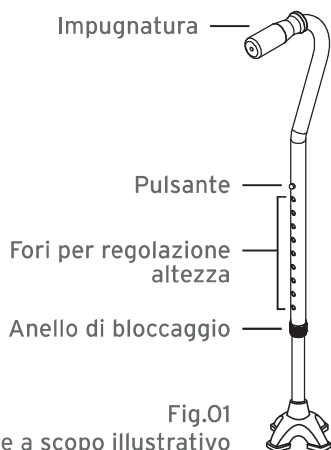

Fig.01
- Svitare l'anello di bloccaggio (Fig.01);